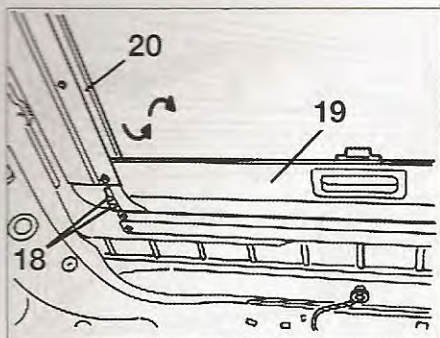

FIG. 61
- En ambos lados, desmontar los tornillos de fijación (18) de la cortina transparente (19) (fig. 61).
- Desmontar la cortina separándolo de sus patines laterales (20).